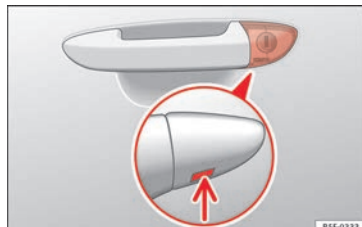

Fig. 3 Poignée de la porte du conducteur : barillet de serrure caché.
- Introduisez le panneton dans l'ouverture du cache de la poignée de la porte du conducteur depuis le bas » » fig. 3 (flèche) et retirez le cache vers le haut.